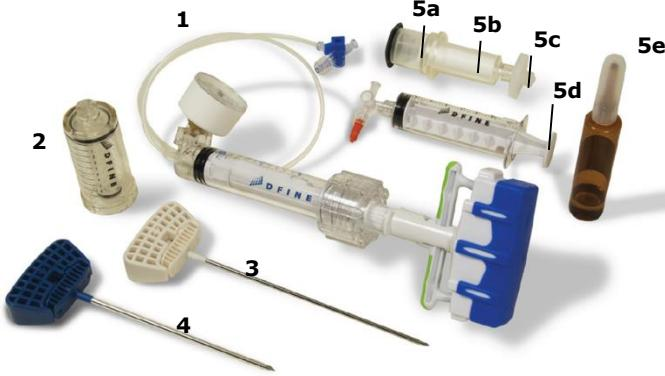

Figura 1. Sistema de Vertebroplastia StabiliT VP
O Sistema de Vertebroplastia StabiliT VP é um sistema para a administração controlada do Cimento Ósseo StabiliT no tratamento de fraturas de compressão vertebral. O Sistema de Vertebroplastia StabiliT VP é constituído por cinco (5) componentes (Figura 1).